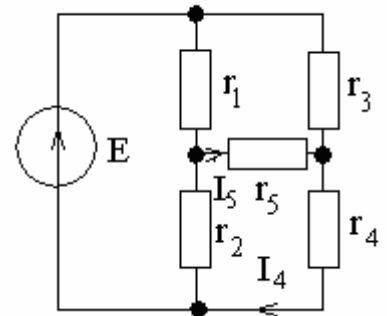

Рис. 52
23. Найти ток в ветви с сопротивлением z_5 , применив принцип взаимности, если $E=30$ В, $r_1=6$ Ом, $r_2=4$ Ом, $r_3=8$ Ом, $r_4=r_5=2$ Ом (рис. 52).